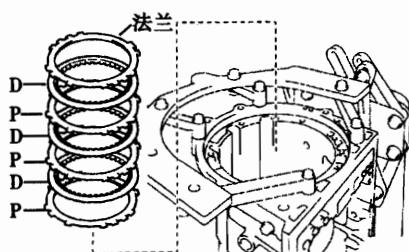

图 12-1-38
(44) 拆下 1 号制动盘。如图 12-1-38 所示，从壳体上拆下法兰、3 个片和 3 个盘。